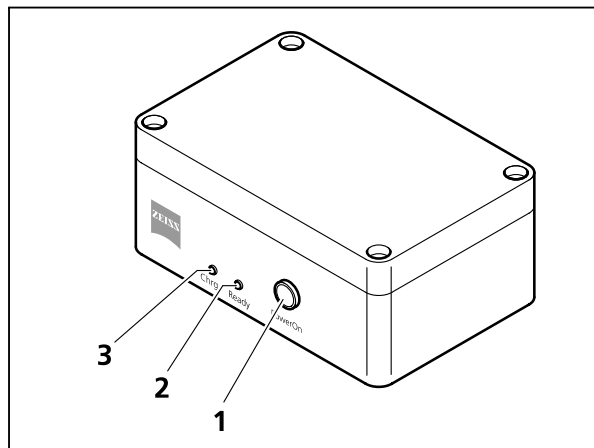

图 14 电池供电单元
当电池供电单元通过显微镜的插头式电源转换器与电源插座相连时，绿色电源指示灯 **Ready**（图 14/2）亮。电池自动充电。
在充电过程中，黄色电源指示灯 **Chrg**（图 14/3）亮，充电过程结束，则此灯熄灭。
- 按动 **PowerOn** 按钮（图 14/1），启动电池供电单元。